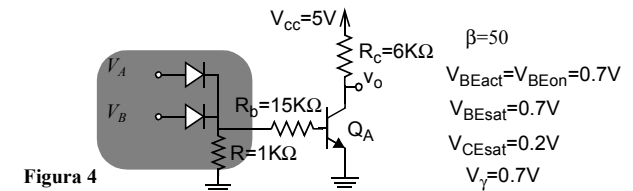

Figura 4
- 5.- Verifica que una puerta OR con diodos conectada a un inversor RTL, tal y como se muestra en la Figura 4, se comporta como una puerta NOR, es decir: Comprueba que el circuito de la Figura 4 es una puerta NOR.